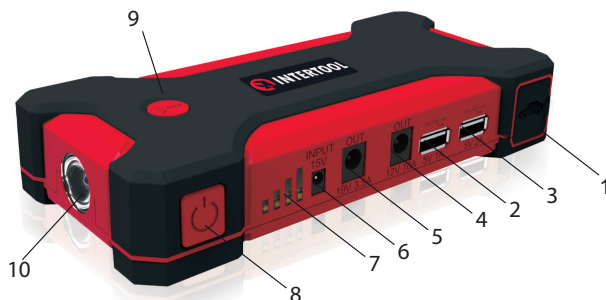

Рис.1
Описание прибора (рис. 1)
Подключите зарядное устройство (рис. 2а) к зарядному разъему «15V 1A input» (рис. 1 / поз. 6) прибора
Включите зарядное устройство в розетку и устройство начнет заряжаться. LED индикатор (рис. 1 / поз. 7) начнет светиться (мигать) и будет показывать статус заряда. Когда прибор будет заряжен, засветятся все LED индикаторы.
Подключите кабель от прикуривателя зарядное устройство (Рис. 2б) к зарядному разъему «15V 1A input» (рис. 1 / поз. 6) прибора.
Легко нажмите кнопку Выбор режимов (рис. 1 / поз. 9). Загорится LED индикатор емкости батареи (рис. 1 / поз. 7). Количество индикаторов, которые светятся, указывают на уровень зарядки батареи пускового устройства.
- Нажмите и удерживайте нажатой кнопку Выбор режимов 3 секунды - LED фонарь (рис. 1 / поз. 4) засветится.
Подключите USB кабель к USB выходу (рис. 1/поз.2) пускового устройства и затем к устройству, которое нужно зарядить. Нажмите на кнопку Вкл / Выкл (рис. 1/поз.5).
Подключите соединительный кабель (рис. 2d) до выхода 12В (рис. 1 / поз.8) пускового устройства и затем к 12 В устройству, используя, если нужно, коннектор (рис. 2d). Максимальное потребление энергии не должно превышать 2 А. Нажмите на кнопку Вкл / Выкл (рис. 1 / поз. 5).
Подключите соединительный кабель (рис. 2d) к выходу 19В (рис. 1 / поз.8) пускового устройства и затем к 19 В устройству, используя, если нужно, коннектор (рис. 2d). Максимальное потребление энергии не должно превышать 3.5 А. Нажмите на кнопку Вкл / Выкл (рис. 1 / поз. 5).